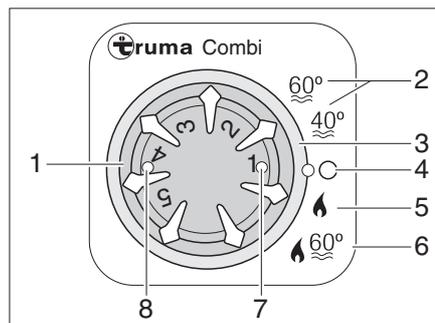

Fig. 111 Unité de commande pour chauffage/chauffe-eau
- Régler le mode de fonctionnement avec l'interrupteur rotatif (Fig. 111,3).
Le chauffage règle le degré d'allumage automatiquement en fonction du niveau de chauffage réglé. En mode de fonctionnement "Chauffage et chauffe-eau" (Fig. 111,6), l'eau du chauffe-eau est également chauffée. Le chauffage peut être exploité avec un chauffe-eau vide dans le mode de fonctionnement "Chauffage sans chauffe-eau" (Fig. 111,5).
- Régler le bouton tournant de température (Fig. 111,1) de l'unité de commande sur le niveau de chauffage désiré.
- Régler l'interrupteur rotatif (Fig. 111,3) sur régime hiver "Chauffage sans chauffe-eau" (Fig. 111,5) ou sur régime hiver "Chauffage et chauffe-eau" (Fig. 111,6).
Le voyant de contrôle vert (Fig. 111,7) s'allume.
- Régler l'interrupteur tournant (Fig. 111,3) sur "O" (Fig. 111,4).